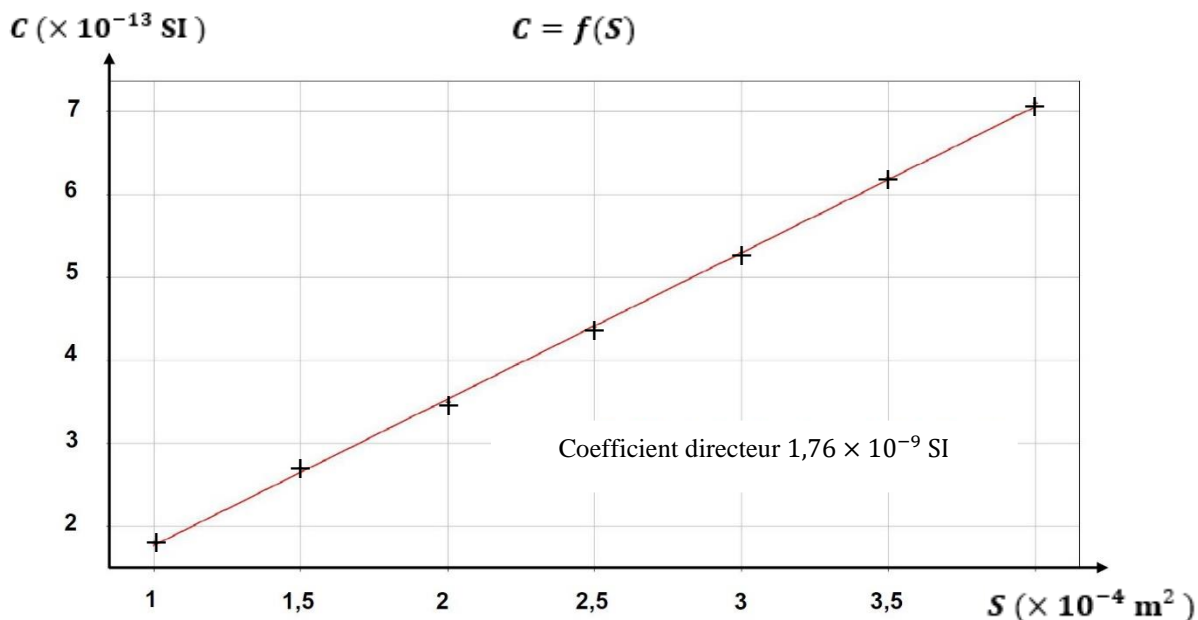

Figure 4 : Évolution de la capacité du condensateur plan en fonction de la surface de ses armatures
Au cours d'une première série de mesures, la distance entre les armatures est fixée à $d = 5 \text{ mm}$. En faisant varier la surface S des armatures, on mesure la capacité C du condensateur. Grâce aux mesures réalisées, on trace le graphe de la **figure 4**.
A.1. Donner l'unité de la capacité d'un condensateur dans le système international (SI).
A.2. Montrer que les graphiques présentés en **figures 4 et 5** respectent la **relation 1**.